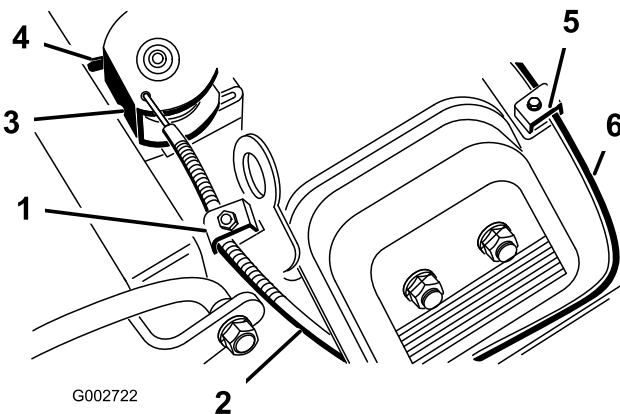

図 38
2. チョークケーブルをエンジンに固定しているクランプのねじをゆるめる 図 38。
4. チョークケーブル 図 38 を十分に引いてチョークを完全に閉じ、その位置でクランプのねじを締める。